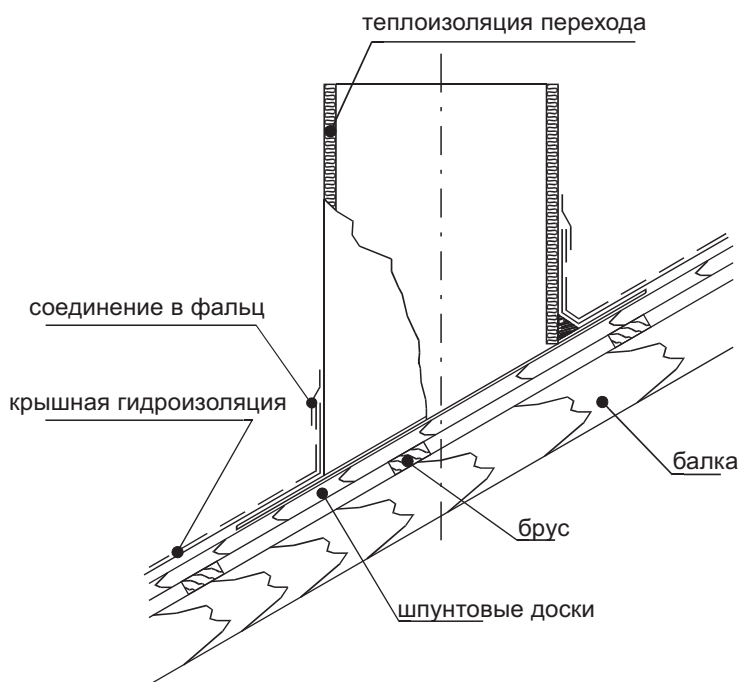

Рис. 8
■ Установка соответствует установке переходов, прикрепленных на плоские крыши (Рис. 8).